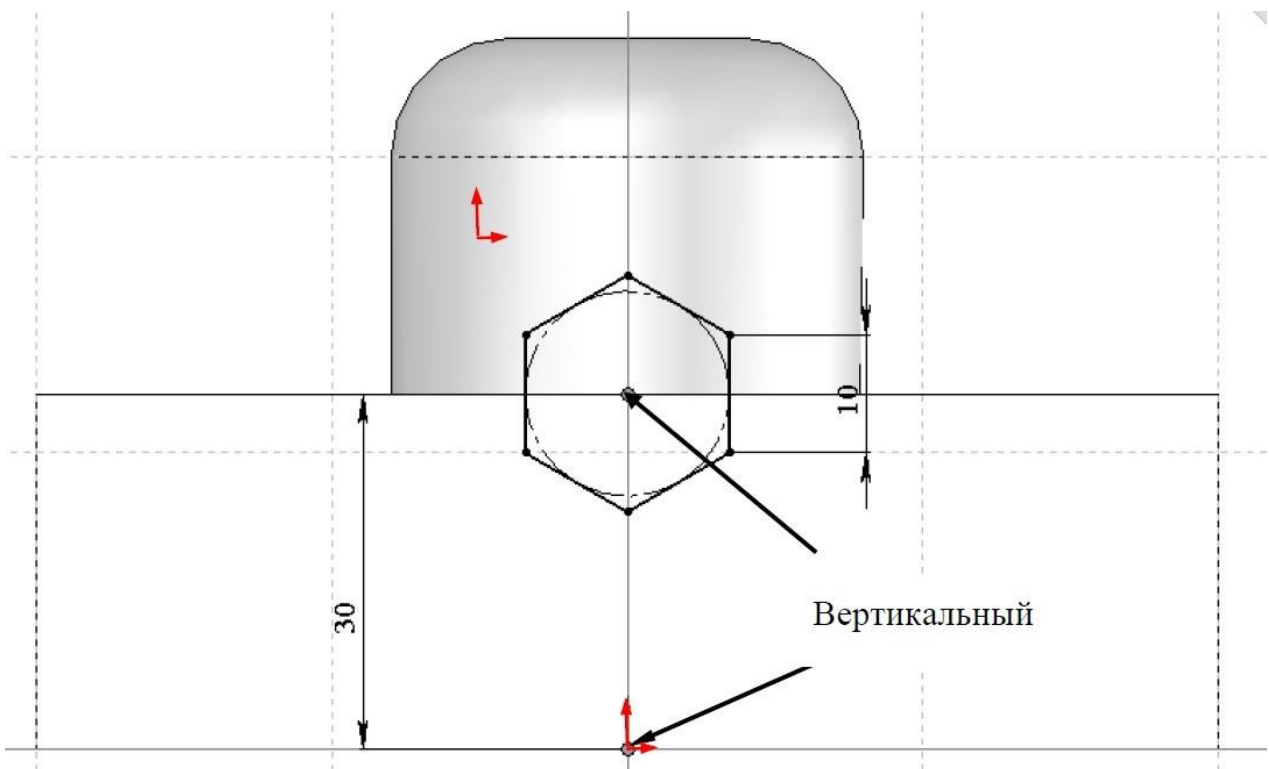

Рисунок 1.28 - Розміри багатокутника
8.6. Встановити розмір положення центру багатокутника (рис. 1.28).
8.7. Установити взаємозв'язок "Вертикальний" між центром багатокутника та вихідною точкою. Результат виробленого взаємозв'язку представлено на рис. 1.28.